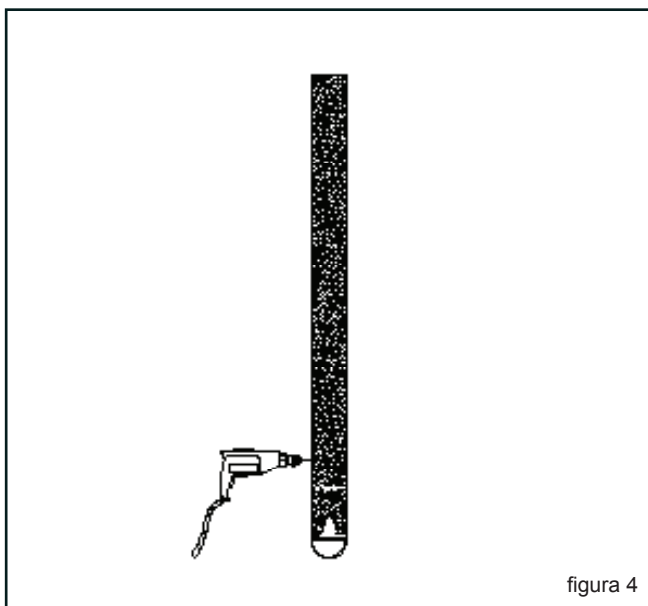

figura 4
4. Acomode la manija de forma tal que los orificios de la manija estén alineados con los del panel (figura 4).